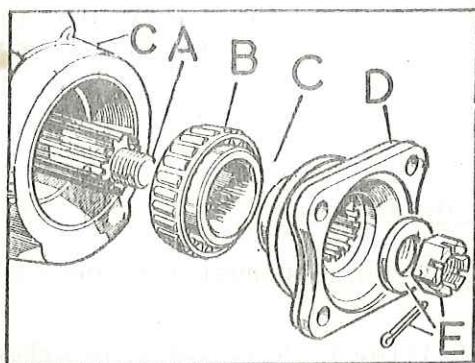

Fig. E -41 Brida de transmisión del piñón
- 3.07. Montar la brida de arrastre (Fig. E -41).